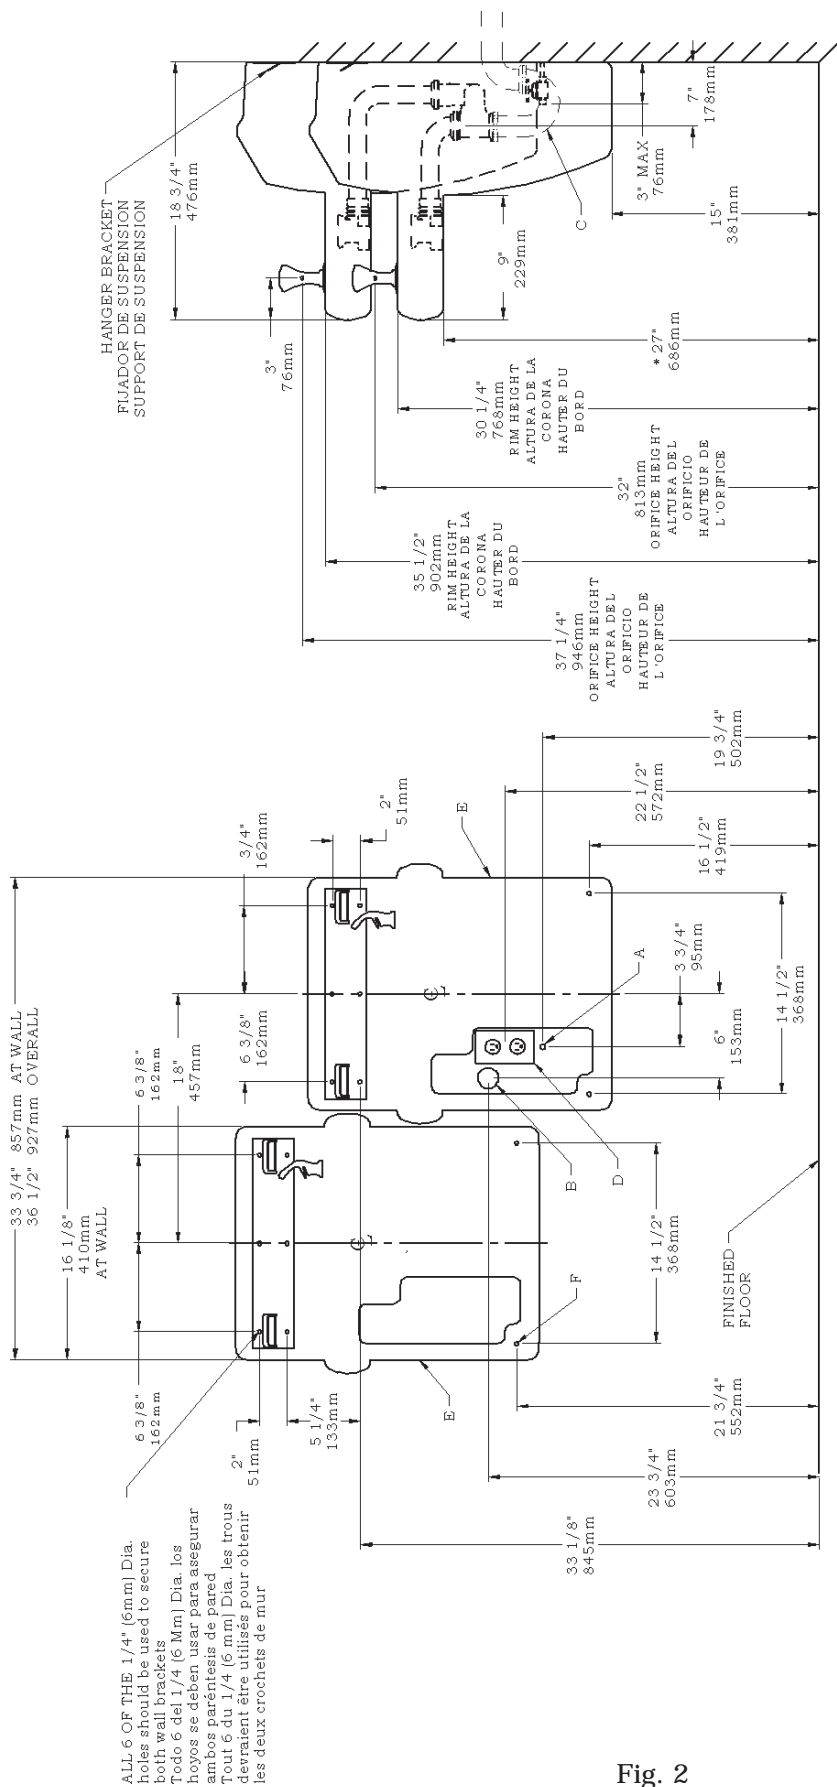
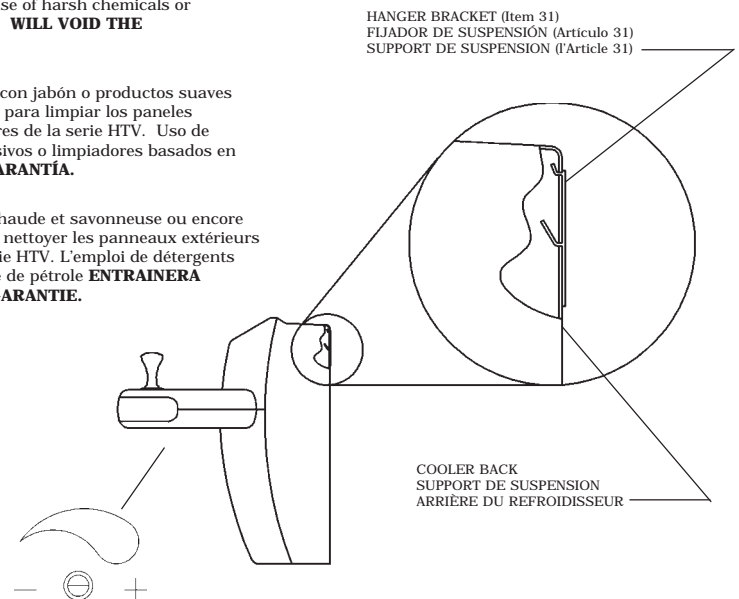

Fig. 2
Fig. 3
- 1) Remove hanger bracket fastened to back of each cooler by removing one (1) screw.
- 2) Mount the hanger brackets as shown in Fig. 2 & Fig 3.
**NOTE:** Hanger Bracket MUST be supported securely. Add fixture support carrier if wall will not provide adequate support. Anchor hanger securely to wall using all six (6) 1/4 in. dia. mounting holes.
- 3) Hang the coolers on the hanger brackets. Be certain the hanger bracket is engaged properly in the slots on the cooler back as shown in Figure 3.
- 9) Stream height is factory set at 35 PSI. If supply pressure varies greatly from this, adjust screw located under dispenser bottom (Item 36). See Fig. 3. CW adjustment will raise stream and CCW adjustment will lower stream. For best adjustment, stream should be 1 1/2" above bubbler hood. (See Fig. 9)
- 1) Quita gancho paréntesis abrochó para apoyar de más fresco quitando uno (1) tornillo.
- 2) Monta el paréntesis de gancho como mostrado en la Fig 2. & Fig 3.
**La NOTA:** Paréntesis de Gancho se debe sostener seguramente. Agregue instalación fija portador de apoyo si pared no proporcionará apoyo adecuado. El gancho del ancla seguramente a usar de pared todo y seis (6) 1/4 en. dia. hoyos que montan.
- 9) La altura de la corriente es el conjunto de la fábrica en 35 PSI. Si la presión del suministro varía magníficamente de esto, ajusta el tornillo localizado bajo el fondo de dispenser (Artículo 36). Vea Fig. 3. El ajuste de CW levantará la corriente y el ajuste de CCW bajará la corriente. Para mejor ajuste, la corriente debe ser 1 1/2" encima de capucha de bubbler. (Vea Fig. 9)
- 1) Enlève le crochet de cintre attaché pour soutenir de plus frais en enlevant celui (1) la vis.
- 2) Monter le crochet de cintre selon la Figure 3.
**LA NOTE:** Le Crochet de Cintre doit être assurément soutenu. Ajouter le transporteur de soutien d'accessoire si le mur ne fournira pas le soutien suffisant. Ancrer le cintre assurément à l'utilisation de mur tout six (6) 1/4 dans. dia. les trous qui montent.
- 3) Accrochez le refroidisseur au support de suspension. Vérifiez que le support de suspension est correctement inséré dans les fentes situées au dos du refroidisseur comme indiqué sur la Figure 3.
- 9) La hauteur de ruisseau est la série d'usine à 35 PSI. Si la pression de provision varie fort de ceci, ajuster la vis localisée sous le fond de distributeur (l'Article 36). Voir la fig. 3. L'ajustement de CW élèvera l'ajustement de ruisseau et CCW abaissera le ruisseau. Pour le meilleur ajustement, le ruisseau devrait être 1 1/2" au dessus du capuchon de bubbler. (Voir la fig. 9)